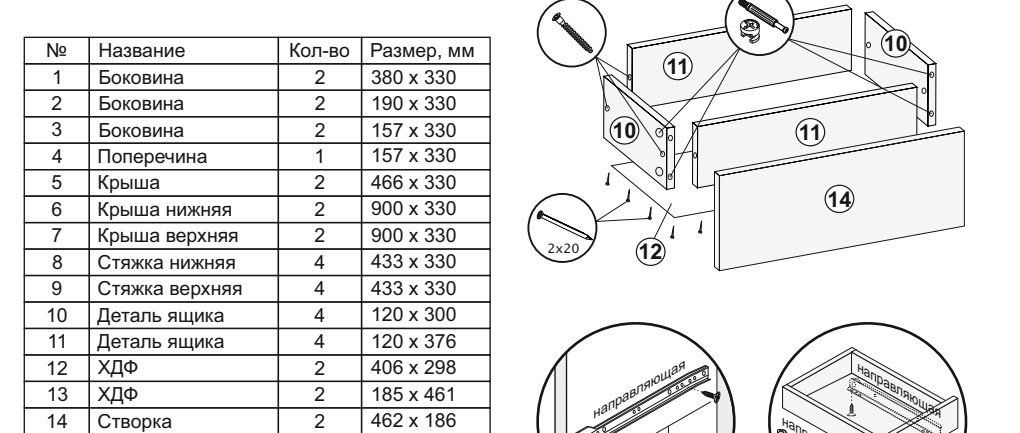

Рис.2
9. Соединить детали ящика (10,11) еврошурупами. Замерить диагонали получившегося ящика и прибить ХДФ (12) гвоздями 2x20. Установить створки (14) на собранные ящики с помощью эксцентриков (рис.2).
10. Прикрутить ответные части направляющих снизу деталей ящика (10) шурупами 3,5x16 (рис.2).